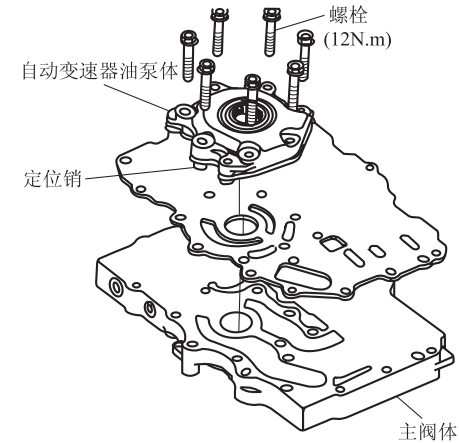
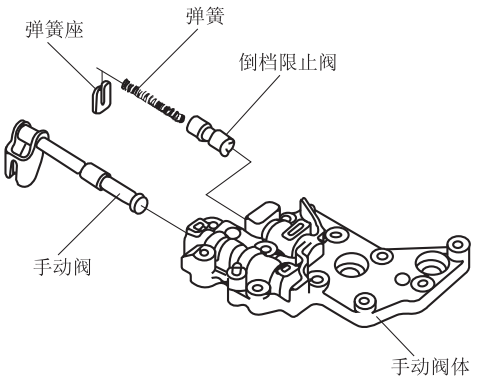

图 2-12 泵体的拆装
图 2-13 手动阀体的分解、检测和组装
- (3) 变速器油泵体的更换
- ① 从主阀体上拆下变速器油泵体，如图 2-12 所示。
- ② 安装新的变速器油泵体时，将定位销与主阀体上的孔对正，然后安装变速器油泵体。
- (4) 手动阀体的分解、检测和组装
- ① 从手动阀体上拆下弹簧座、阀弹簧和倒挡限止阀，如图 2-13 所示。